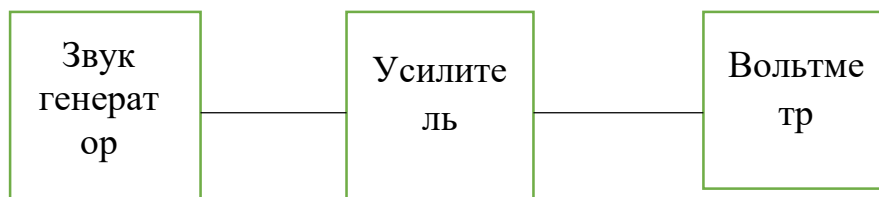

Рис. 5.2. Блок-схема усилителя.
1. Получить частотную характеристику усилителя соберите показанную блок-схему на рис.5.2.